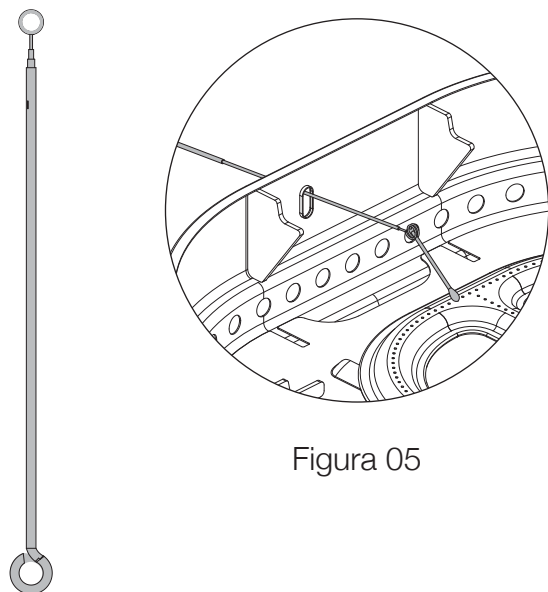

Figura 05
3. Con el soporte de fósforos extendido, inserte el fósforo encendido en la plancha hasta que esté sobre el tubo del quemador. El tubo debe encenderse. (Ver Figura 05)